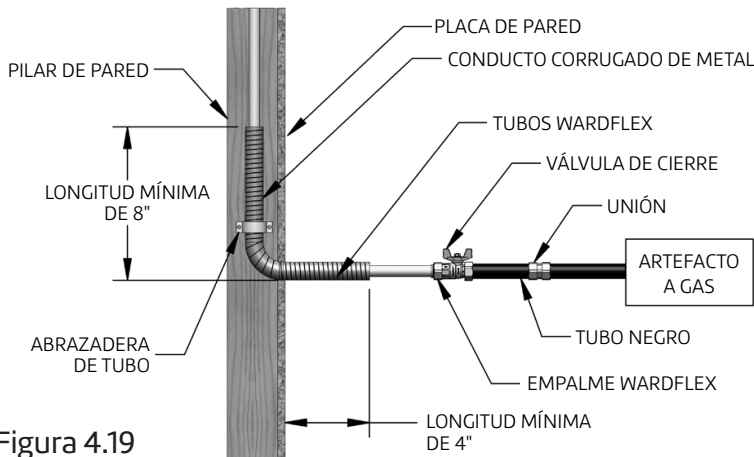

Figura 4.19
- WARDFlex® y WARDFlex®MAX se pueden conectar directamente a un artefacto fijo, como un horno o un calentador de agua (figura 4.19; asegúrese de consultar en el código local si esto es aceptable antes de proceder con la instalación).